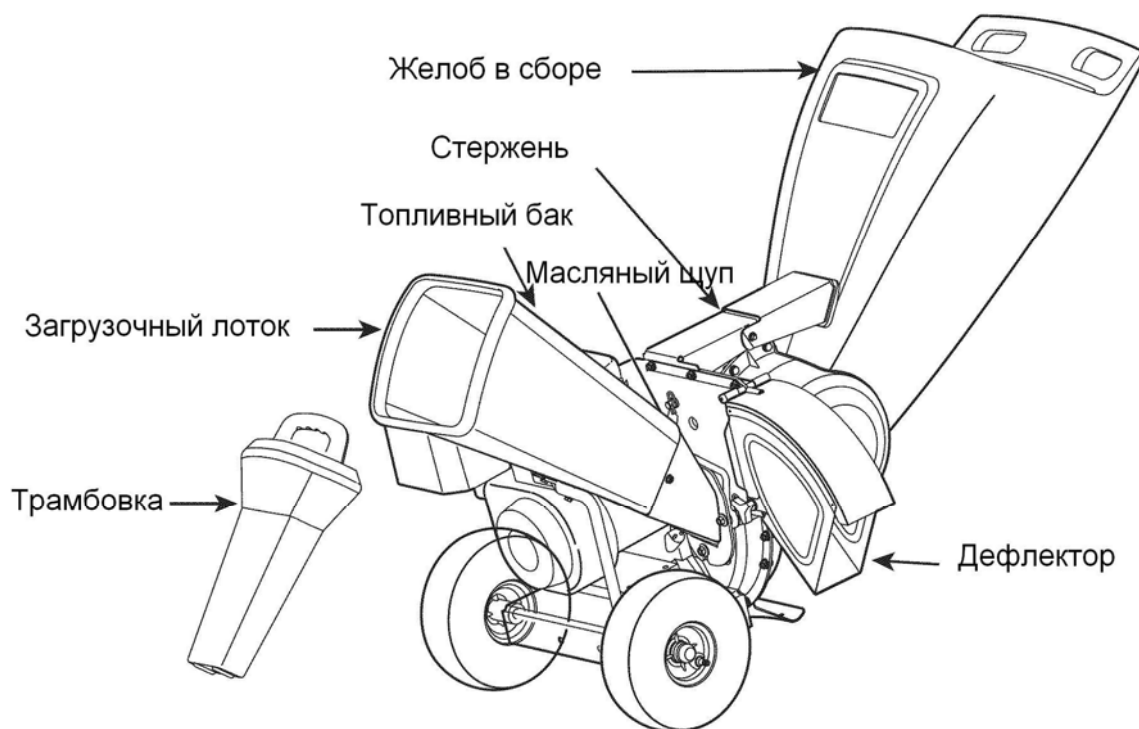

Рис.9
**ЗАГРУЗОЧНЫЙ ЛОТОК** – Данное устройство предназначено для подачи небольших веток диаметром до 3 дюймов /8 см/ в рабочее колесо (импеллер). Смотри рисунок 9.
**СТЕРЖЕНЬ** – Расположен на кронштейне рабочего колеса и используется для блокировки/разблокировки желоба в сборе во время подъема или опускания (смотри рисунок 9).
**ДЕФЛЕКТОР** – Выброс измельченного садового мусора производится через дефлектор. Данный узел работает как с мешком-сборником, так и без него (смотри рисунок 9).